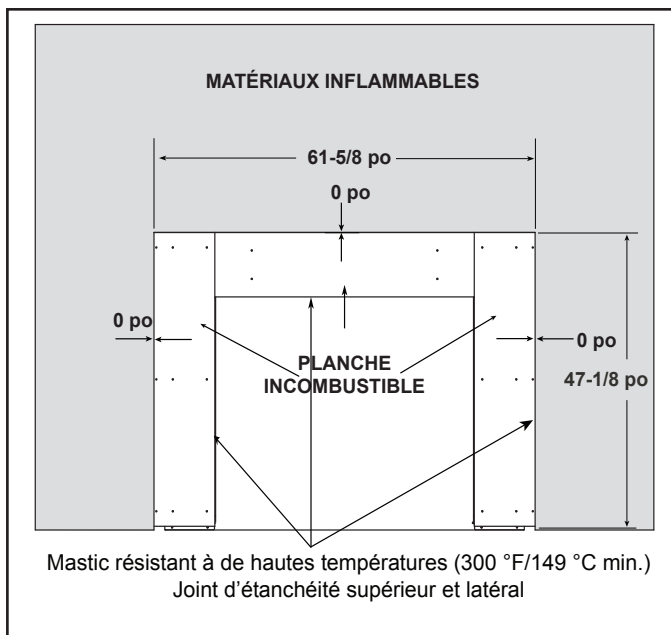

Figure 10.1 Schéma du revêtement incombustible
- Pour les joints d'étanchéité entre le mur et le dessus et les côtés de l'appareil, utilisez un produit d'étanchéité prévu pour une température de 150 °C (300 °F). Reportez-vous à la figure 10.1.